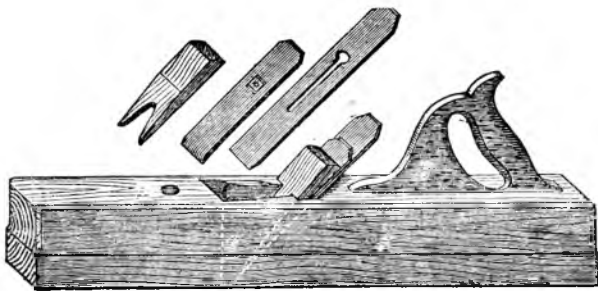

Рис. 53. Фуганок.
**Фуганок** (рис. 53) употребляется для строгания кромок досок по прямой черте, при тщательной пригонке. Железка у фуганка прямая и широкая (в  $7\frac{1}{2}$  см). Длина колодки 80 — 100 см. Плотничный фуганок обыкновенно имеет четыре ручки; как у медведки, и работают им два человека.